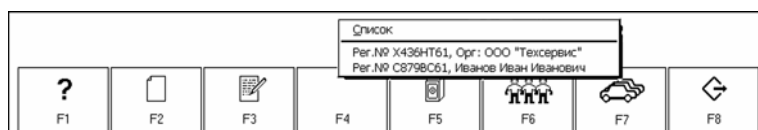

Рис. 20. Выбор автомобиля из выпадающего списка 10-и последних, продиагностированных.
- в выпадающем списке (Рис. 20), с настройками на 10 последних вводимых автомобилей, с помощью клавиш «Вверх» или «Вниз» выберите нужную запись и нажмите клавишу «Enter», На мониторе появится форма «Характеристики автомобиля» с настройками данного автомобиля;